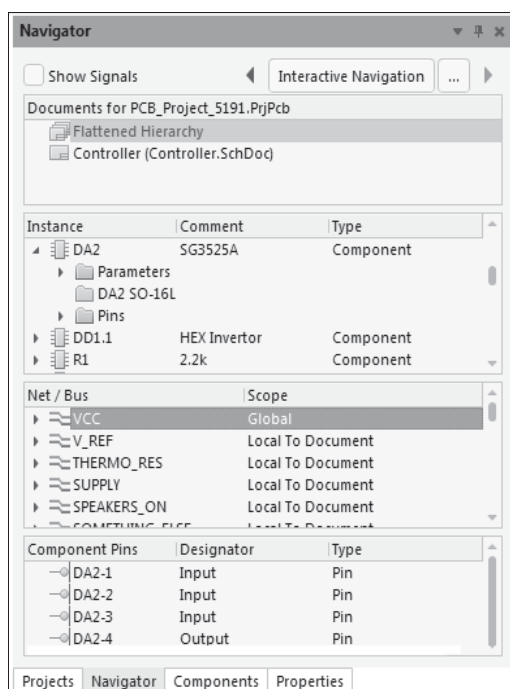

Рис. 4.34. Панель Navigator
- ☐ использование панели **Navigator** (рис. 4.34):